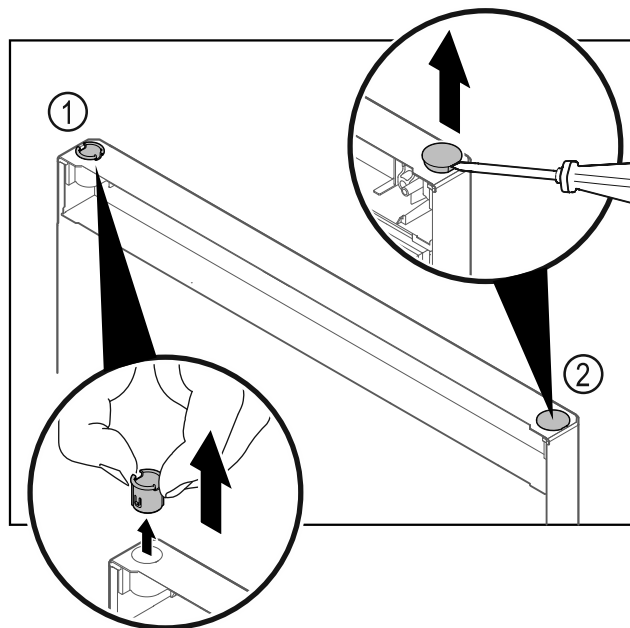

Fig. 40 Porta del vano congelatore
- Estrarre la boccola cerniera Fig. 40 (1) con le dita.
- Con un cacciavite a testa a intaglio sollevare con cautela il tappo Fig. 40 (2) ed estrarlo.